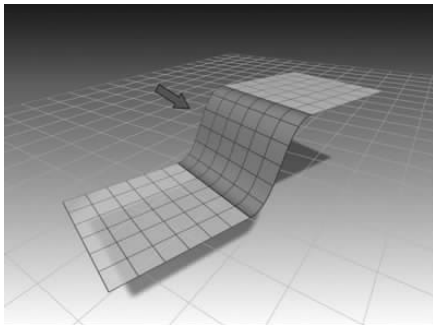

图 5-72 创建混合曲面 ▲
-  (创建混合曲面): 将一个曲面与另一个曲面相连接, 混合父曲面的曲率以在两个曲面创建平滑曲面; 也可以将一个曲面与一条曲线混合, 或者将一条曲线与另一条曲线混合, 如图 5-72 所示。